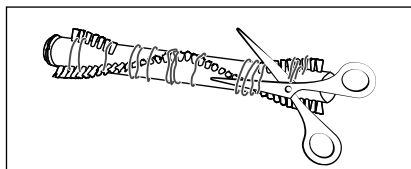

Bild 28
- 4) Klipp av trådar och hårstrån som fastnat på rullborsten **21** med en sax (se bild 28). Ta bort trådarna och hårstråna från rullborsten **21**.